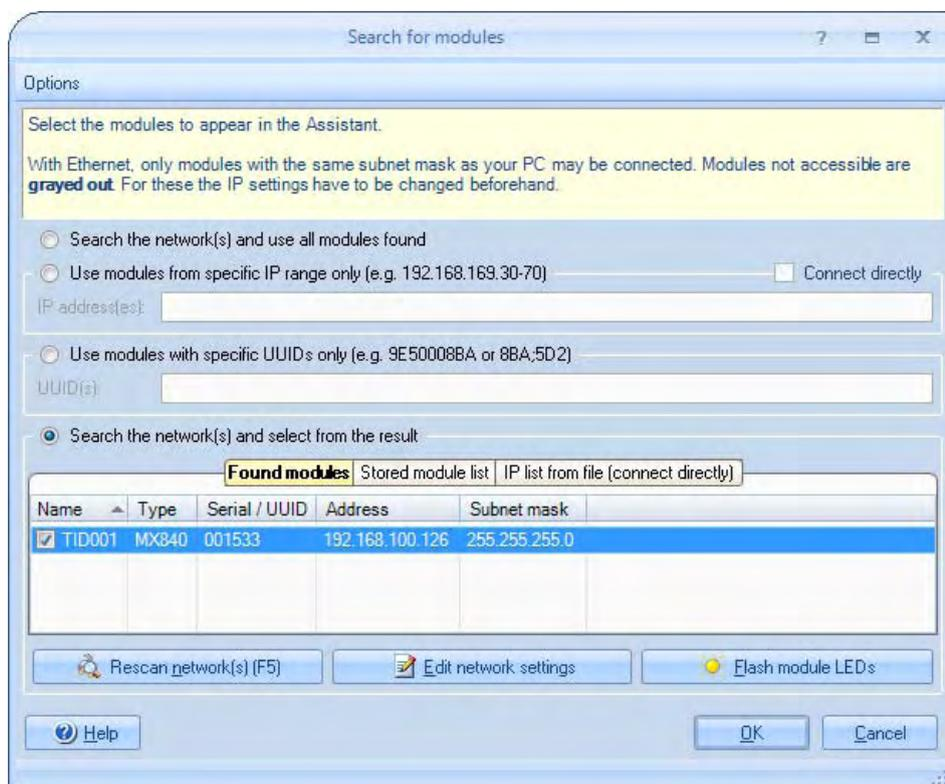

Fig. 5.9: Dialogo di ricerca dei moduli
1. Cliccare su  (Search) (ricerca) della Barra di Accesso Rapido. Appare il dialogo **Search for modules** (ricerca moduli) (Fig. 5.9).